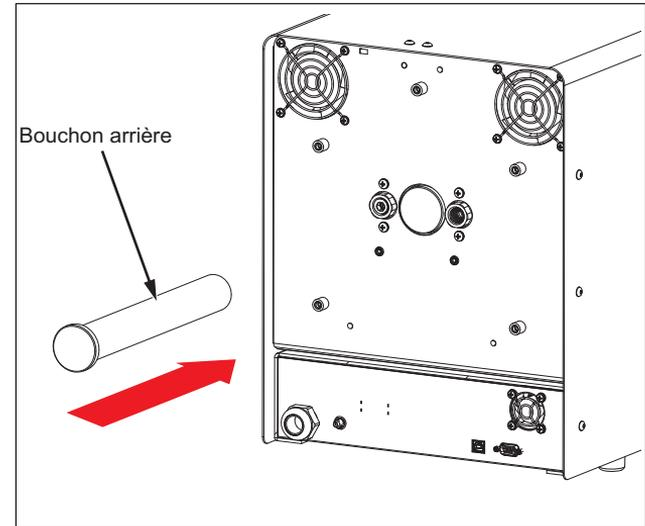

Figure 6. Insertion du bouchon arrière
3. Cette étape s'applique uniquement pour le bloc isotherme en option (9118 A-ITB). Insérez soigneusement le bouchon arrière dans l'emplacement. Voir la Figure 6.